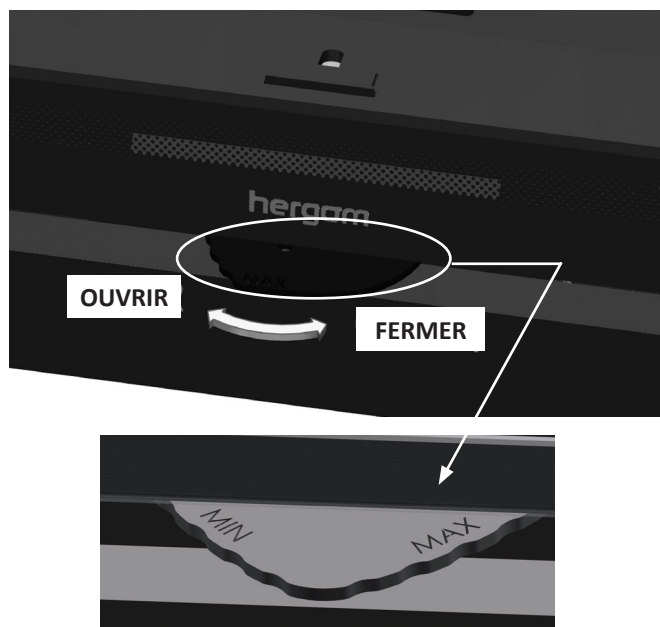

FIG. 2
- En déplaçant de droite à gauche la soupape de réglage l'on permet davantage d'apport d'air pour la combustion (Fig. 2).